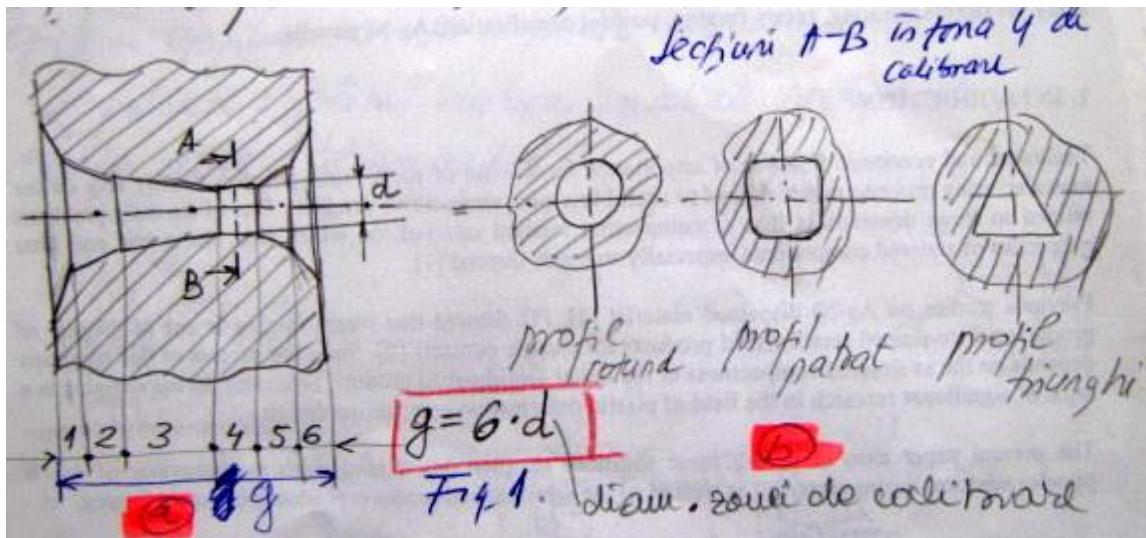

Fig. 1, a si b
Geometria (profilul) unei filiere in sectiunea longitudinala (a) si transversala (b) – **Fig 1, a si b:**
4. **Zona de calibrare:** zona cilindrica sau profilata care determina forma si dimensiunile finale ale produsului in sectiune transversala – **Fig. 1.b;**